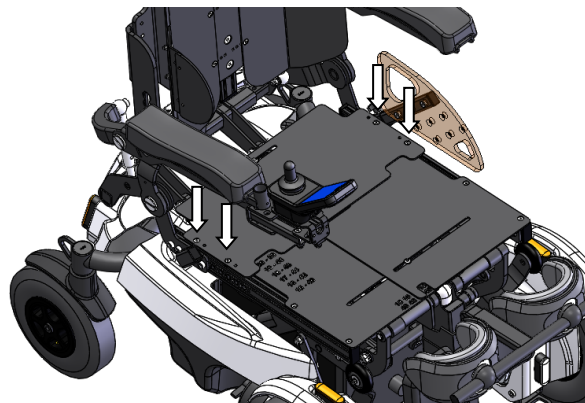

Abbildung 12 : Verstelltiefe der Sitzbleche
- Lösen Sie die beiden Schrauben der hinteren Sitzplatten. (Siehe Abbildung 12)